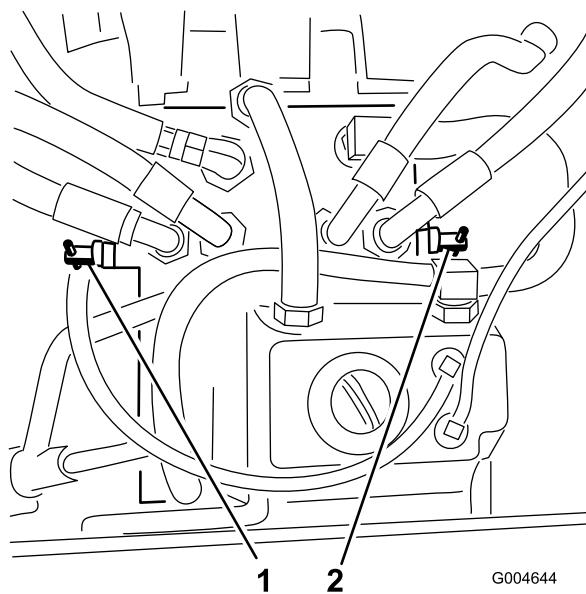

Figure 32
- Tournez chaque vanne de dérivation d'un tour dans le sens antihoraire pour débrayer le système et dans le sens horaire pour réinitialiser le système (Figure 32).